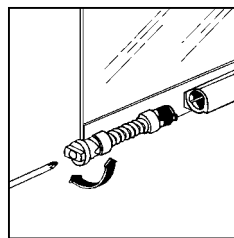

Рис. 17
- 5) Чтобы отрегулировать равновесие крышки, поверните по или против часовой стрелки центральные винты правого и левого шарниров (рис. 17).